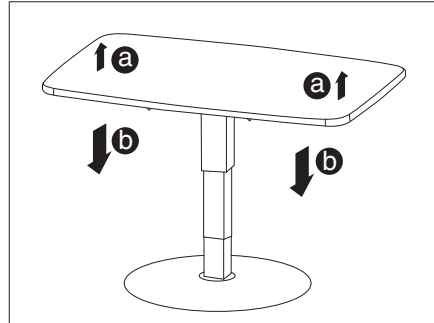

Fig. 56 Tavolo di sollevamento
- Sollevare brevemente il piano del tavolo (Fig. 56,a) e poi spingere verso il basso (Fig. 56,b), fino a raggiungere l'altezza desiderata.